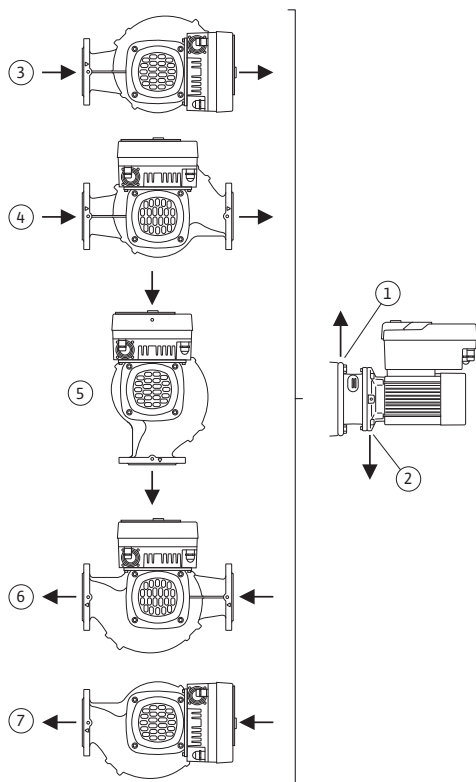

Fig. 9: Posições de instalação autorizadas com o veio do motor na horizontal
As posições de montagem permitidas com o veio do motor na horizontal e o módulo eletrónico virado para cima (0°) estão representadas na Fig. 9.
A ventilação da bomba só é assegurada quando a válvula de ventilação está virada para cima (Fig. 9, pos. 1)
Apenas esta posição (0°) permite que o condensado acumulado seja escoado pelos orifícios existentes, lanterna da bomba ou motor (Fig. 9, pos. 2).